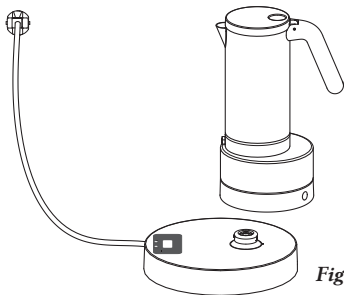

Fig. 7
- Appoggiate la Caffettiera sulla base di alimentazione (fig. 7).